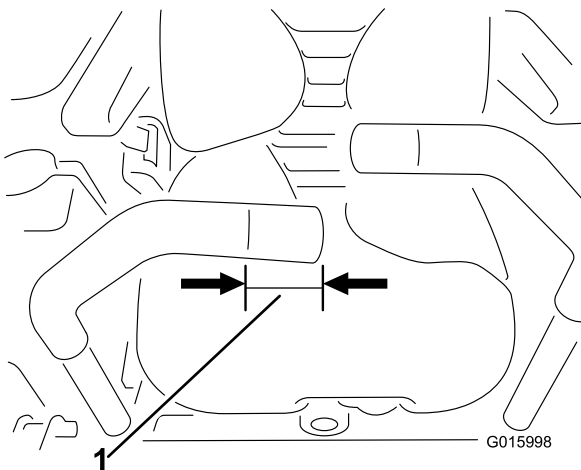

Bild 12
1. Schneiden Sie 40 mm vom rechten Fahrtriebshebel ab, um die Adapterschalterbefestigung einzubauen (Bild 12).